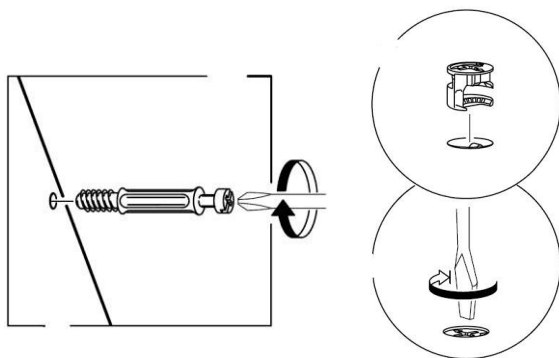

Рис. 1
1. В боковые стенки (1), (2), перегородку (6), (7), нижний щит (4), заднюю стенку (12), горизонтальный щит (5), (8), планки (10), (11), (15) в имеющиеся отверстия установить эксцентрики Rastex 15\16, таким образом, чтобы стрелка была повернута в сторону отверстия в торце.
2. В установленные муфты эксцентриковых стяжек на боковых стенках (1), (2), перегородке (6), крышке (3) вернуть дюбели DU644, в соседние отверстия установить шканты (рис.1 и схема сборки).